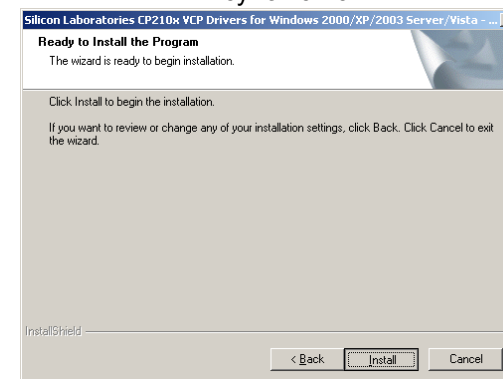

Рисунок 6.11
- на экране появится окно (рисунок 6.11), щелкнуть по кнопке **Install**.